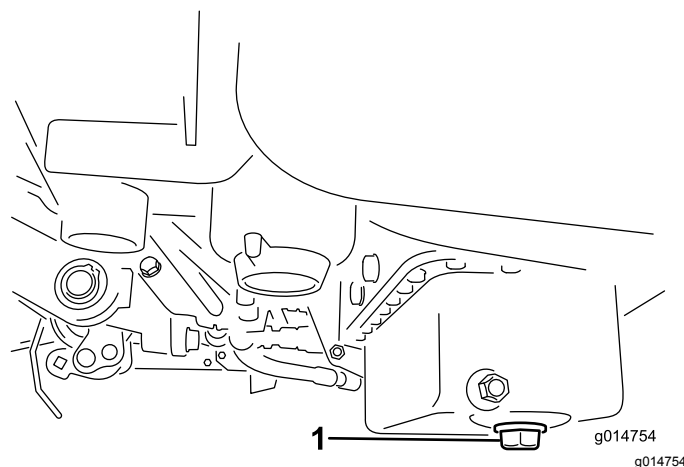

図 43
- ドレンプラグを外してオイルを容器に受ける。オイルが抜けたらドレンプラグを取り付ける(図 43)。